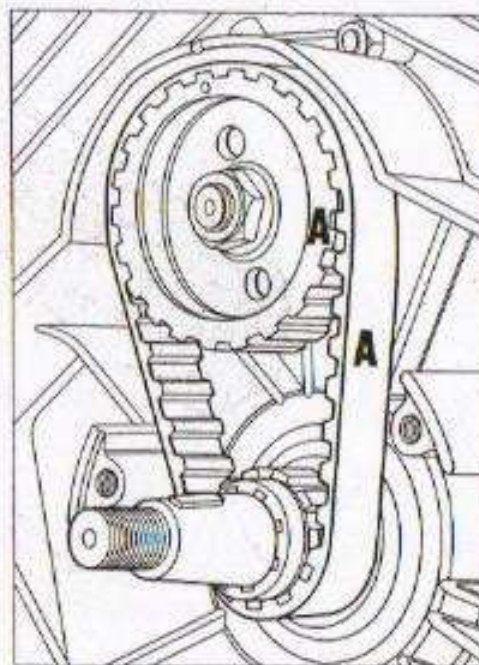
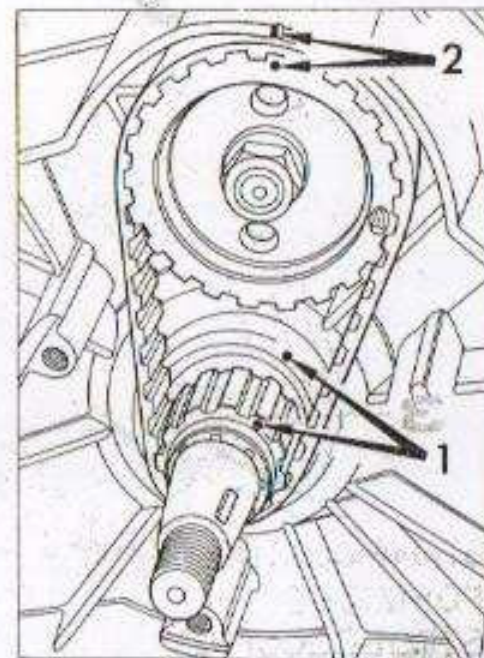

Fig. 13
Fig. 11
- 6 - Quando detto angolo è fuori tolleranza è necessario agire sul rocchetto piccolo comando distribuzione, ruotandolo in modo da trovare la tacca in fase che permetta l'introduzione del rocchetto stesso e stampigliare i nuovi riferimenti come Fig. 11.
- 1 - Orientare i 2 riferimenti sui rochetti come (fig. 11); procedere all'estrazione del rocchetto utilizzando l'anello seeger come agancio; sostituire la cinghia controllando che la lettera stampigliata sul rocchetto grande corrisponde a quella scritta sulla cinghia vedi (fig. 13); introdurre unitamente cinghia e rochetti infilando il rocchetto piccolo con la tacca in fase alla chiavetta (fig. 11).
- 2 - **Controllare a montaggio ultimato i riferimenti della fase di distribuzione** (punti 1 e 2 - fig. 11).